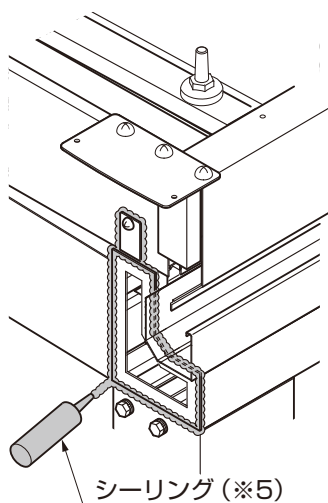

図18-3 桁の端部のシーリング
- ③ 幕板取付金具下部と金具周囲をシーリング（※4）してください。
- ④ 桁の端部を、止水パッキンの上からシーリング（※5）してください。（図18-3参照）